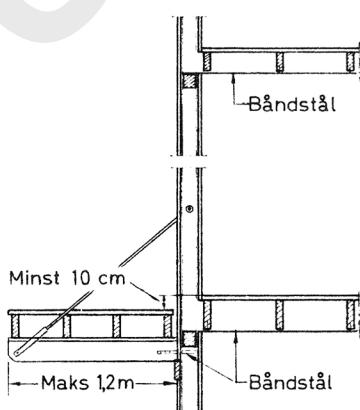
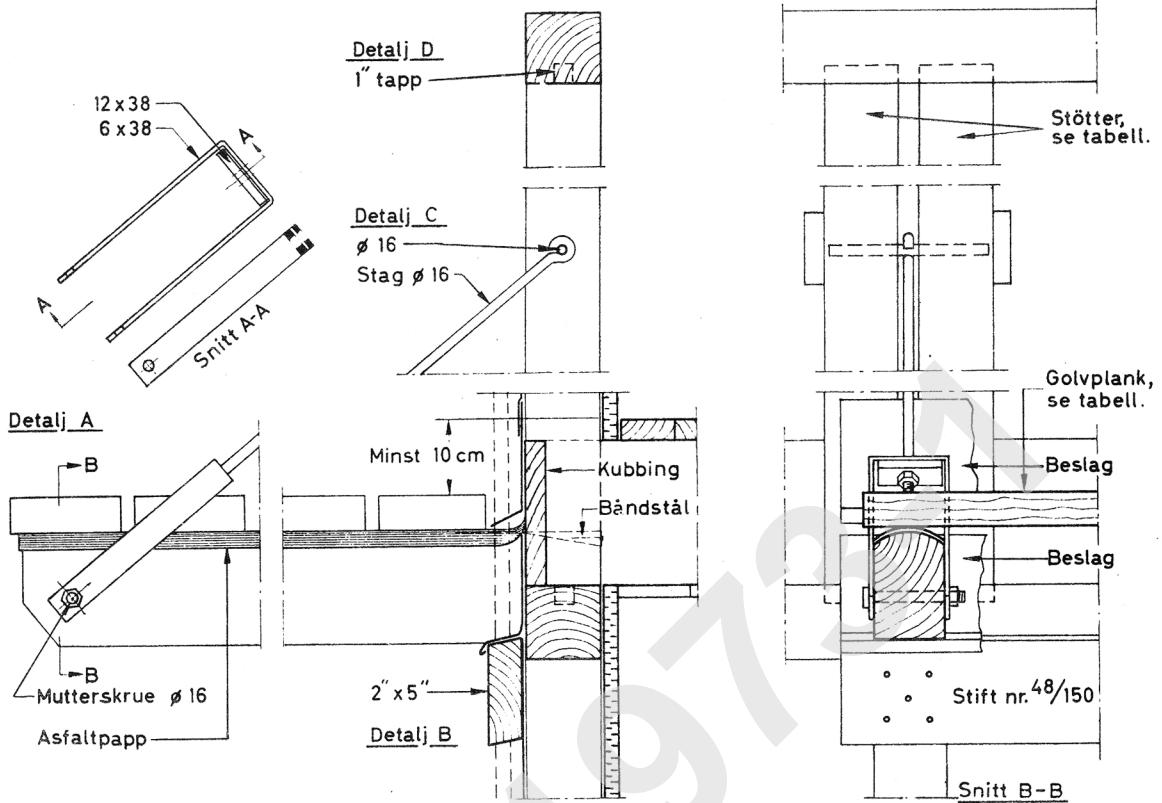

Fig. 24. Mål 1 : 50
Fig. 21.
- 23 Forbindelsen støtte-svill må sikres med f. eks. tapp, fig. 21, detalj D. Forbindelsen svill-golvbjelkelag sikres ved å spikre bjelkene godt til svillen. Når svillen ikke gir opplegg for bjelkelaget, sikres forbindelsen ved hjelp av båndstål som føres rundt svillen og spikres til 3 av golvbjelkene, se fig. 24.
- 24 Golvet kan enten lages av selvbærende golvplanker, fig. 21, eller av sekundære bærebjelker med $1\frac{1}{4}$ " tykke golvbord, fig. 24.
- 25 Bærebjelker under åpent golv skal være avrundet på overkanten og dekket med Asphaltapp 3800, fig. 21 og fig. 24.
- 26 Balkonggolv skal ligge minst 10 cm under dørtreskel. For å slippe å heve treskelen over innvendig golv, kan balkonggolvet senkes 10 cm, fig. 21 og 24.